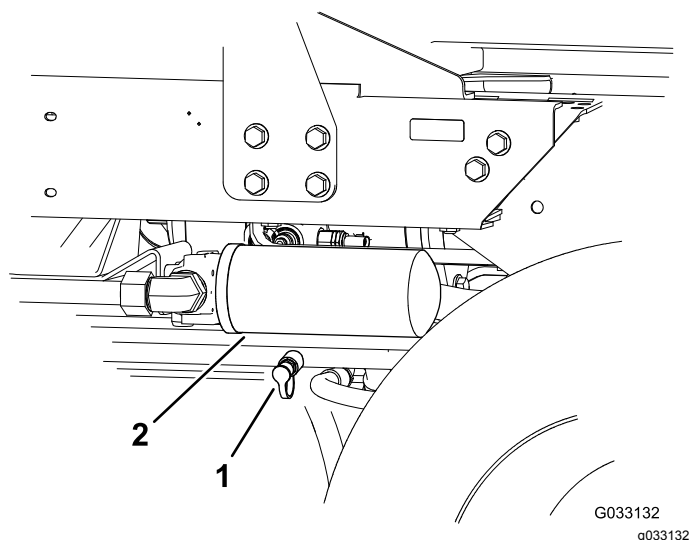

Рисунок 62
2. Подсоедините гидравлический шланг между диагностическими штуцерами, установленными в задний тяговый коллектор и в контрольное отверстие давления обратной тяги (**Рисунок 62**).